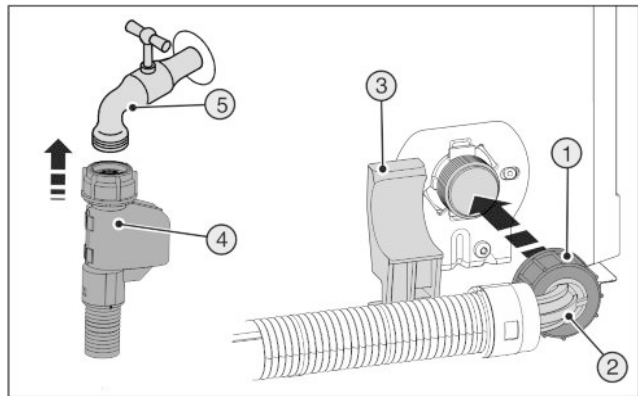

Fig. 20
- ▶ Rechte uiteinde van de slang Fig. 20 (4) op de afsluitkraan Fig. 20 (5) aansluiten.